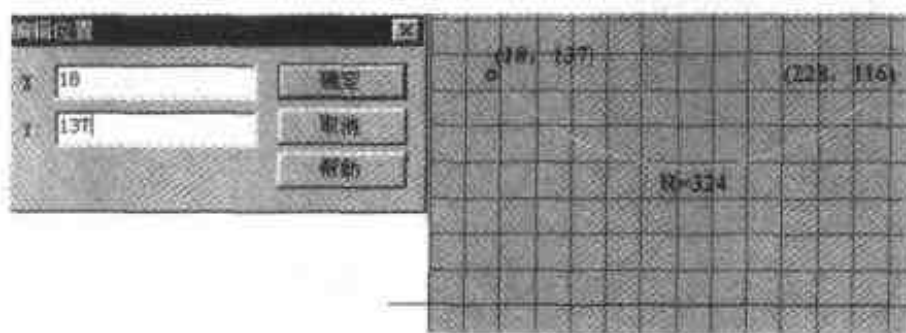

图 2.124 圆弧截面线
- (2) 在出现的二维截面栅格平面上绘图，单击【三点圆弧】按钮，绘制一条两点坐标为(18, 137)、(228, 116)，圆弧半径为324的圆弧，如图2.124所示。